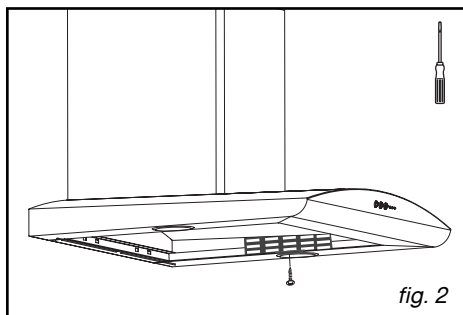

fig. 2
- Dévissez la vis maintenant le support de lampe (fig.2).